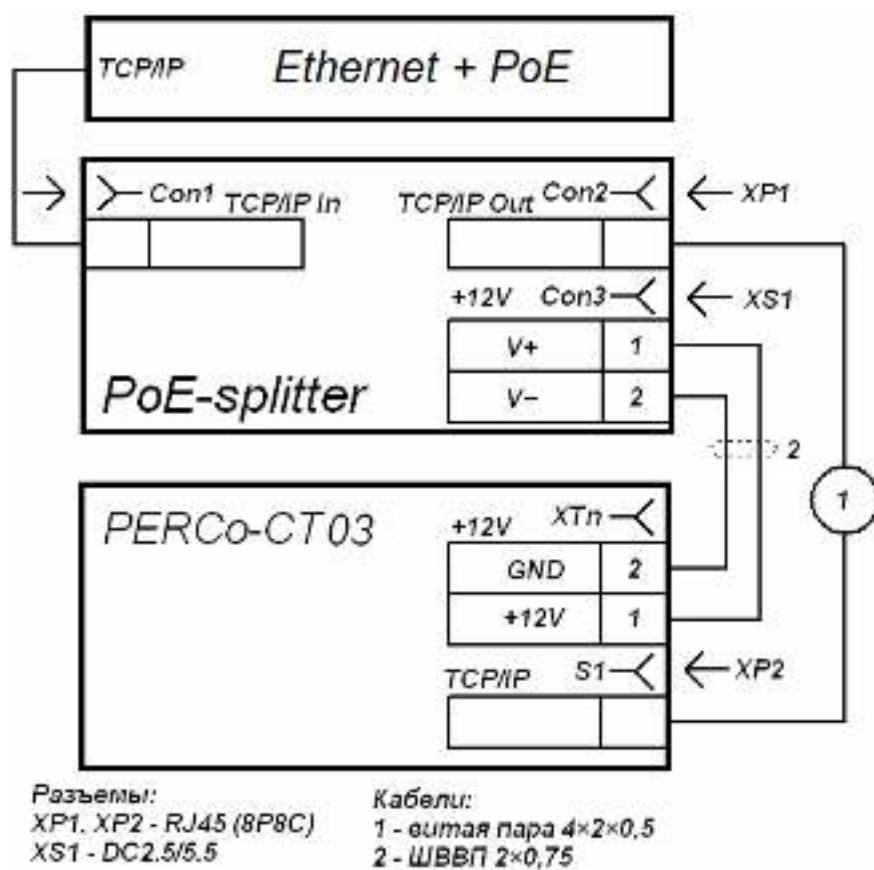

Рисунок 15. Схема подключения контроллера ЭП.
3. Подключите цепь питания контроллера ЭП к разъему **Con3** сплиттера. Схема подключения приведена на рис. 15 (штекер для подключения к разъему входит в комплект поставки сплиттера).